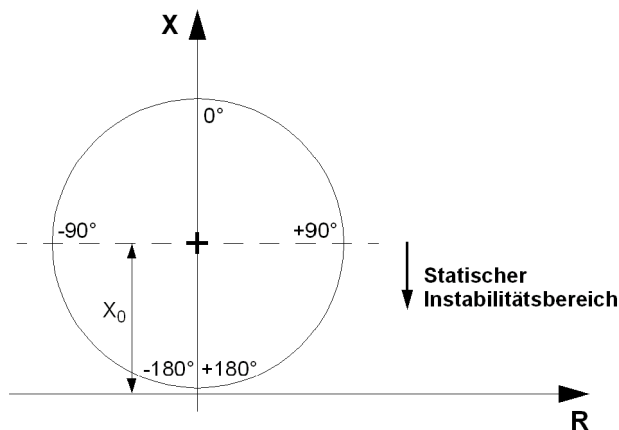

Bild 2-36 Statische Instabilität
Tritt der Impedanzzeiger während der Pendelung in die Impedanzcharakteristik ein, so geschieht dies an einem Punkt der ellipsenförmigen Kurve, die einer statischen Instabilität entspricht. Für die Freigabe der Pendlungserfassung wird ein weiteres Kriterium herangezogen. Bild 2-36 zeigt den Bereich der statischen Instabilität. Dieser Bereich wird im Distanzschutzgerät erfasst. Hierbei errechnet das Gerät das Zentrum der Ellipse und prüft, ob der tatsächlich gemessene X-Wert (Ist-Wert) kleiner ist als dieser Wert.
- Verlaufsstabilität** Tritt der Impedanzverlauf während einer Pendelung in das PPOL ein, muss sich das System im Bereich der statischen Instabilität befinden. In Bild 2-36 entspricht dieser Zustand der unteren Hälfte des Kreises.